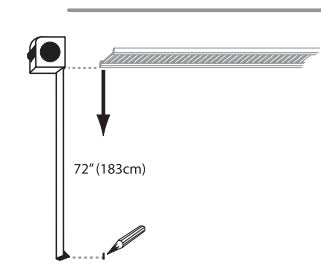

FIG. 2.1
3. Mesurer 183 cm vers le bas et marquer l'emplacement sur le mur. (Fig. 2.1)